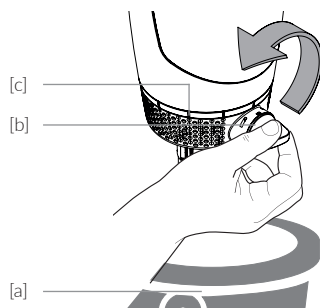

Abb. 8.2
- / Rückspülgriff [b] in Pfeilrichtung um 90° (Abb. 8.2) zurückdrehen zur Ausgangsposition
- / gemäß Kapitel 8 Rückspülung, Abb. 8.2 den Rückspülgriff [b] 90° in Pfeilrichtung zurückdrehen